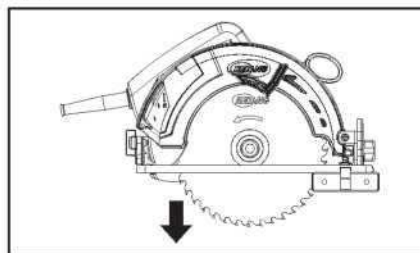

Рис. 3
- Откройте как можно шире защитную крышку одной рукой и вытяните полотно пилы другой рукой. (рис.3)